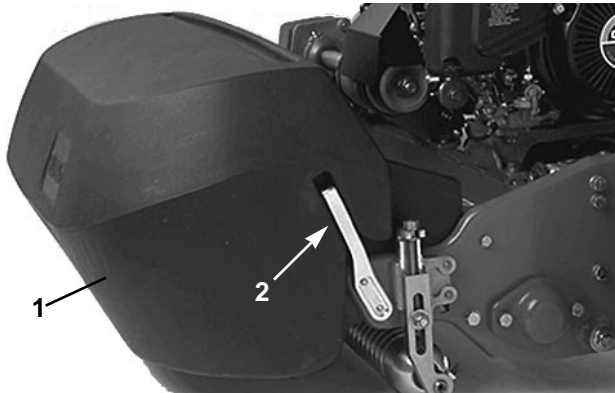

Bild 12
1. Die Fangvorrichtung am oberen Rand festhalten und in die Fangvorrichtungs-Montagegestangen einschieben (Bild 12).